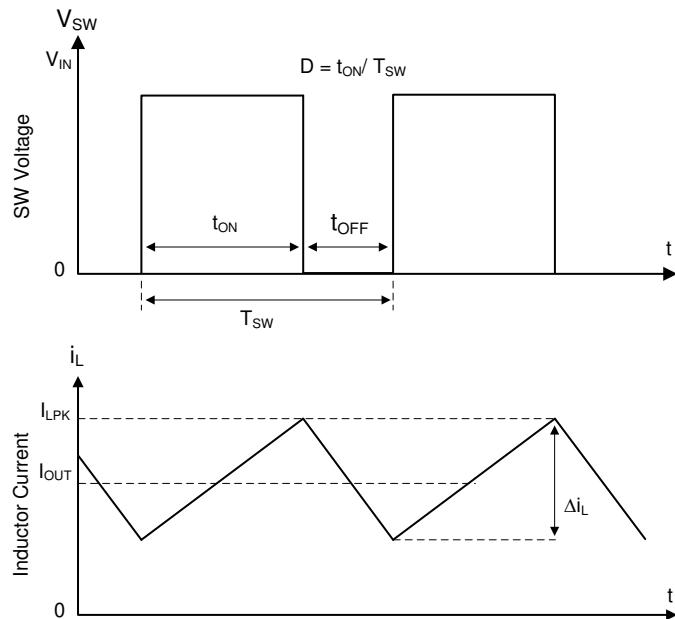

図 6-1. 連続導通モード (CCM) における SW ノードとインダクタ電流の波形
TPSM843521 の operation 説明は、機能ブロック図と図 6-1 の波形を参照しています。TPSM843521 は、ハイサイド (HS) およびローサイド (LS) MOSFET (同期整流器) を内蔵した同期整流式降圧コンバータです。TPSM843521 は、制御されたデューティ サイクルでハイサイドおよびローサイドの NMOS スイッチをオンにすることにより、出力電圧の安定化を実現します。ハイサイドスイッチがオンしている間、SW ピンの電圧は最大で V_{IN} まで上昇し、インダクタ電流 i_L は $(V_{IN} - V_{OUT}) / L$ の直線勾配で増加します。制御ロジックにより HS スイッチがオフされると、アンチショートスルーデッドタイムの後、LS スイッチがオンします。インダクタ電流は、ローサイドスイッチを通して $-V_{OUT}/L$ の割合で放電されます。降圧コンバータの制御パラメータは、デューティ サイクル $D = t_{ON}/T_{SW}$ と定義されます。ここで、 t_{ON} はハイサイドスイッチのオン時間、 t_{SW} はスイッチング周期です。コンバータ制御ループは、デューティ サイクル D を調整することにより、出力電圧を一定に維持します。損失を無視できるような理想的な降圧コンバータでは、次の式のように、 D は出力電圧に比例し、入力電圧に反比例します。 $D = V_{OUT}/V_{IN}$ 。